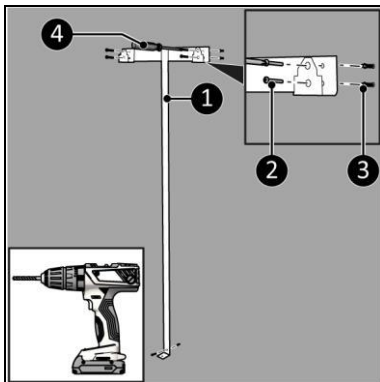

Figura 9
4. Așezați suportul de perete pe perete și marcați cele cinci găuri (Figura 9).
6. Fixați știfturile (Figura 9, poz. 3).
7. Înșurubați și strângeți suporturile de perete (Figura 9, poziția 1) cu cinci șuruburi mari (Figura 9, poziția 2) folosind o șurubelniță Phillips (Figura 9, poziția 4).